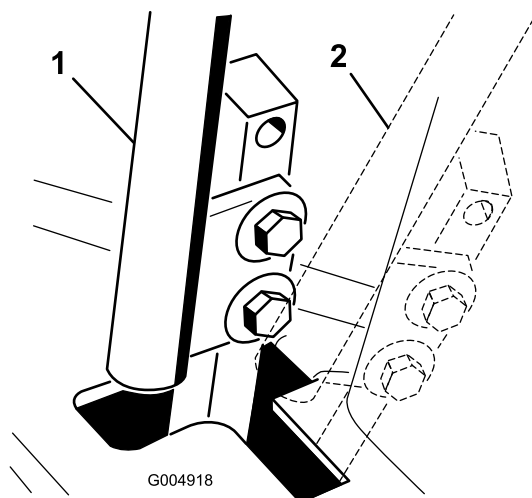

Figure 41
4. Placez le levier de commande au **POINT MORT**, **sans le verrouiller** (Figure 41).
6. Vérifiez la position du levier par rapport au cran de la console (Figure 41).